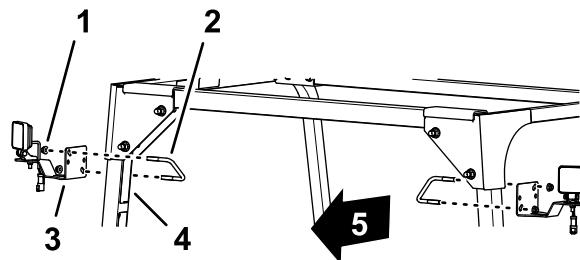

Figura 7
1. Montate la luce LED e la staffa sul tubo posteriore del ROPS con il bullone a U (3/8" x 3 1/2" x 2-13/16") e il dado di bloccaggio flangiato (3/8"), come illustrato nella Figura 7.